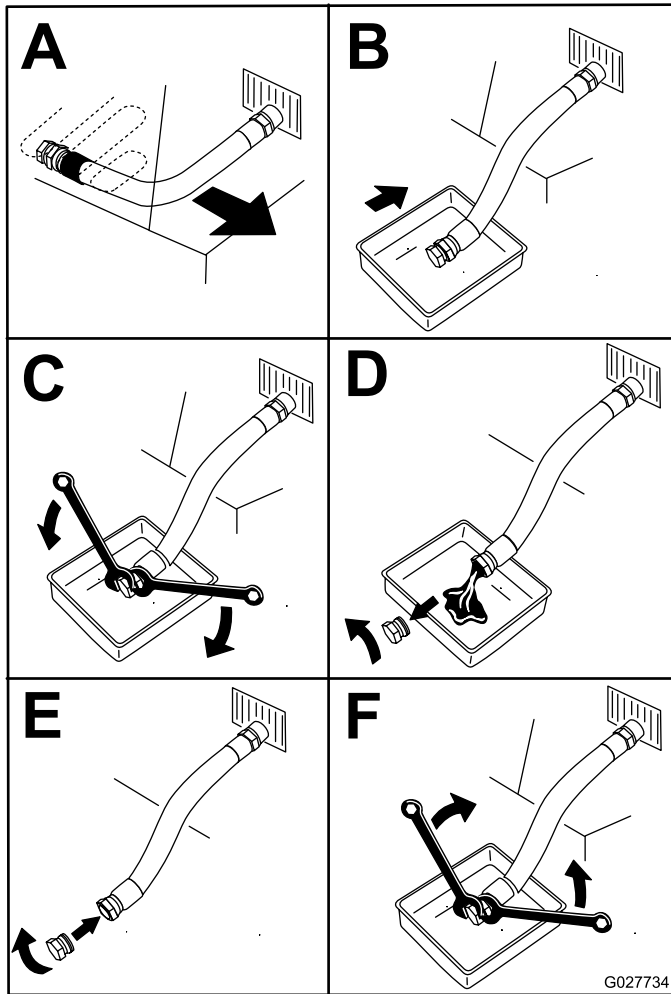

Figure 45
5. Vidangez l'huile moteur (Figure 45).